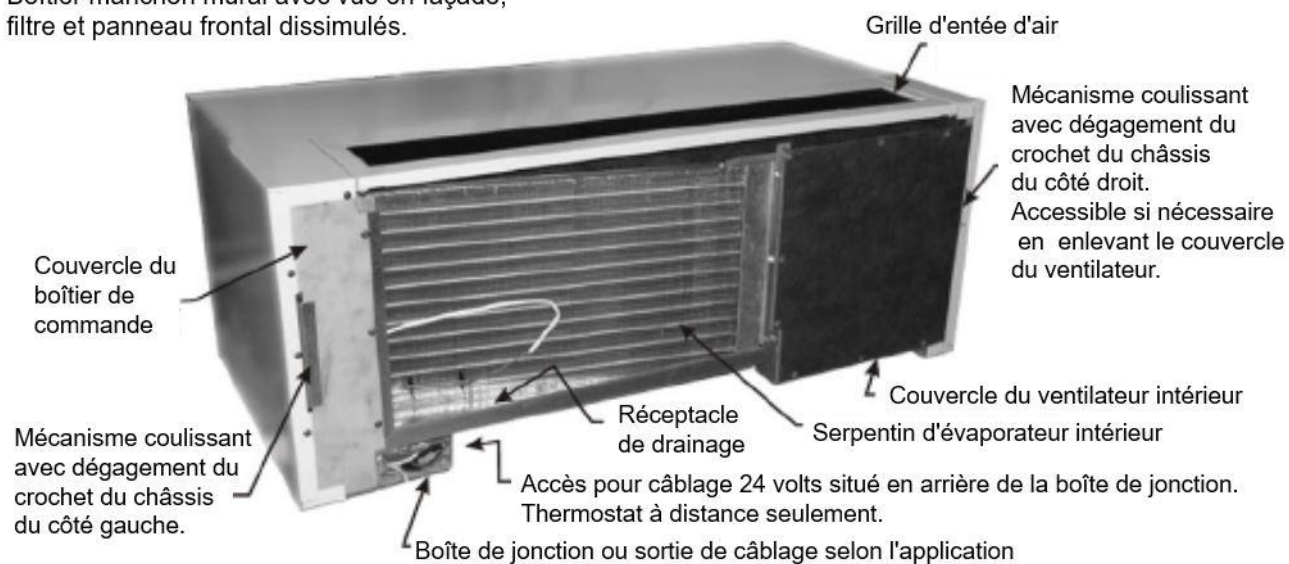

Fig. 1.
Le châssis est normalement fourni connecté en permanence, avec une boîte de jonction de câblage situé à côté du boîtier de commande principal. Contenant deux fils d'alimentation de courant et un fil de mise à terre. Pour les unités avec capacité de chauffage de 4.4 kw et moins, le châssis peut être commandé avec un cordon d'alimentation de 5 pieds du type LCDI de sécurité renforcé (Détection et interruption de fuite de courant) correctement dimensionné pour la charge du chauffage. Dans un tel cas, le cordon sortira du côté gauche de l'unité à l'endroit de la boîte de jonction du boîtier de commande. (vue de l'intérieur, voir figure 1).
Le plénum est un conduit horizontal entièrement isolé avec 1/2" de fibre de verre. Il est situé directement sous le châssis du côté de la pièce. (voir figure 1). Le collier de la partie haute du plénum se lève pour engager avec la bouche de soufflage intérieure à décharge vers le bas, après que le châssis a été complètement inséré dans le manchon. Le plénum recueille l'air de sortie du ventilateur intérieur et la fait tourner soit du côté droit /gauche ou les deux sens selon le réglage de l'inverseur d'air inséré dans le plénum. Lorsque l'air atteint l'extrémité ou les extrémités du plénum, il est redirigé dans les conduits d'interconnexion fournis, via les colliers de conduits adaptés à 8" hauteur X 6" de largeur. Une transition vers une plus grande taille de conduit pour réduire la pression en aval est toujours possible.
- d) Le bord intérieur du manchon mural doit être au moins à 9" au dessus du sol fini. La distance recommandée est de 9" à 9.5". (voir fig 1)
1. À partir des dessins d'architecture, déterminez la position de chaque unité et marquez la ligne centrales du cabinet / manchon mural. Marquez également l'emplacement de la boîte de jonction électrique, le plénum et le cheminement des fils. Voir en fig 1 Le bord arrière du plénum doit être aligné avec la bride inférieure du manchon et le plénum doit être centré d'un côté à l'autre du manchon. Voir en fig 3-4.
5. Acheminez le câblage , le conduit , la prise haute tension selon l'application. Si l'unité est câblé, veuillez laisser au moins 7" de fil libre à l'intérieur du boîtier de conduit pour faciliter les connexions. Si l'unité est connectée au cordon, installez la prise à l'emplacement souhaité, en reconnaissant que la longueur du cordon d'alimentation est de 5 pieds et sort par le bas du châssis comme indiqué en fig. 1.
6. Assurez-vous que tout câblage de Thermostat bas voltage (dans le cas échéant) atteindra à proximité de la boîte de jonction de câblage de terrain haute tension ou du point de fixation du cordon du châssis, voir en fig 1. Cela garantira que les connexions peuvent être faites au faisceau de basse tension comme décrit.